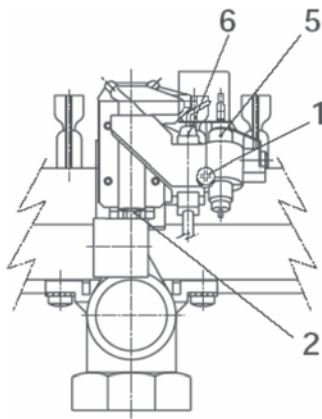

рис.4
3. Выкрутите винт 1 (рис. 4), демонтируйте пилотную горелку.
4. Замените форсунку 2 (рис. 4) инжектора пилотной горелки.
9. Установите пилотную горелку с опорной пружиной, убедитесь, что термоэлемент 5 и воспалительная свеча 6 (рис. 4) установлены корректно.